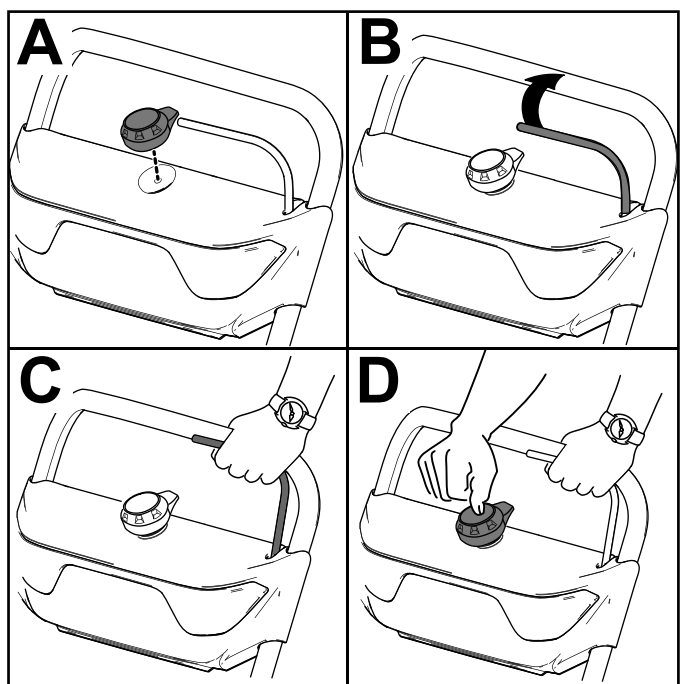

Figure 12
2. Insérez le bouton de démarrage électrique dans le démarreur électrique (A de la Figure 12).
3. Serrez et maintenez la barre contre le guidon (B et C de la Figure 12).
4. Appuyez sur le bouton de démarrage électrique jusqu'à ce que le moteur démarre (D de la Figure 12).